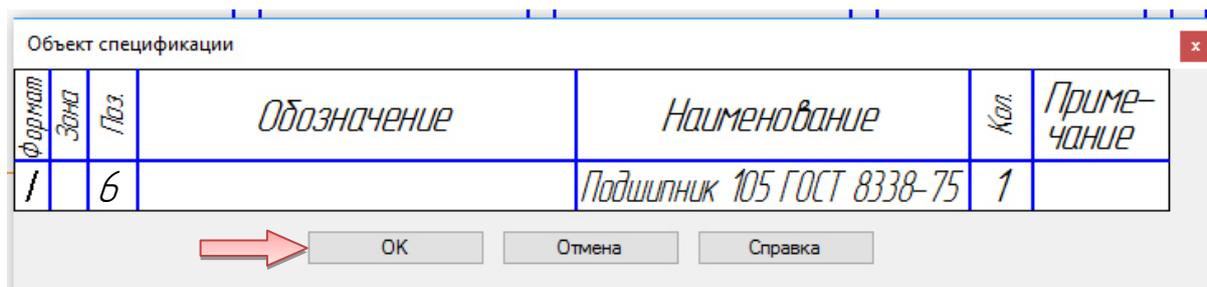

Рис. 4.67. Окно «Объект спецификации» подшипника
- Подтвердите создание объекта спецификации – в окне «Объект спецификации» нажмите ОК (рис. 4.67).